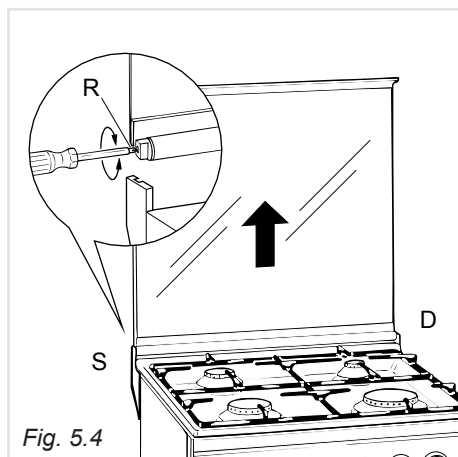

Fig. 5.4
- placer la charnière repérée “D” dans le logement de droite et la charnière repérée “S” dans le logement de gauche (fig. 5.4).
Eventuellement, régler le calibrage des ressorts des charnières à l'aide des vis (R) (fig. 5.4).